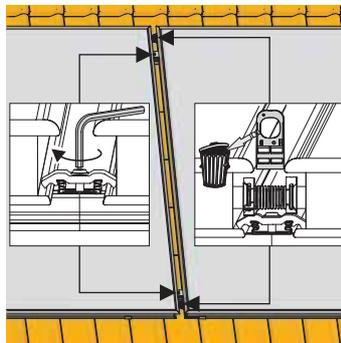

Figura 3-27 Sfilare il manicotto
9. Avvitare saldamente le piastrine di bloccaggio doppie (Figura 3-27).
10. Sfilare il manicotto (Figura 3-27).